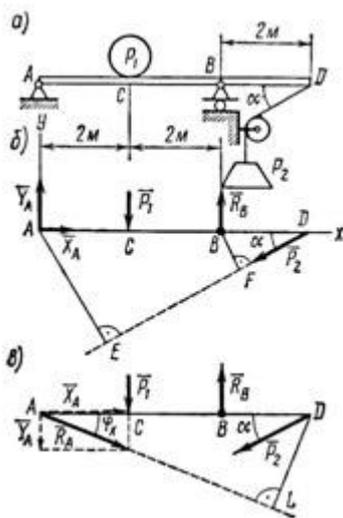

Рисунок 13
4. На консольную балку, имеющую в точке A шарнирно-неподвижную, а в точке B шарнирно-подвижную опору, действуют две сосредоточенные нагрузки:  $P_1 = 18$  кН и  $P_2 = 50$  кН, как показано на рис. 13, а; угол  $\alpha = 40^\circ$ . Определить реакции опор балки.